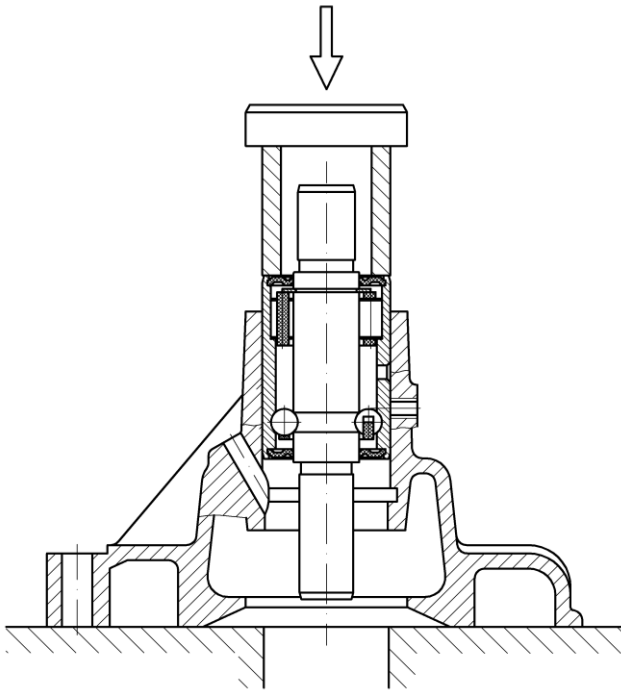

Рис.78. Запрессовка подшипника с валиком
- с помощью оправки запрессовать подшипник с валиком в сборе в корпус так, чтобы гнездо под фиксатор на обойме подшипника совпало с отверстием в корпусе насоса (рис.78);